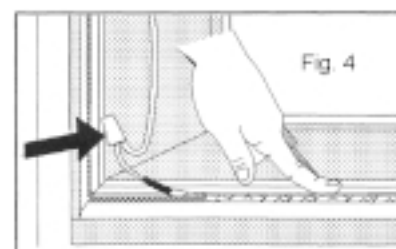

Fig 4
4. Tryck ner den nya värmekabeln i spåret med fingret. Var försiktig så att isoleringen på värmekabeln inte skadas (fig4). Skarva sladdarna med toppklämma (fig4).